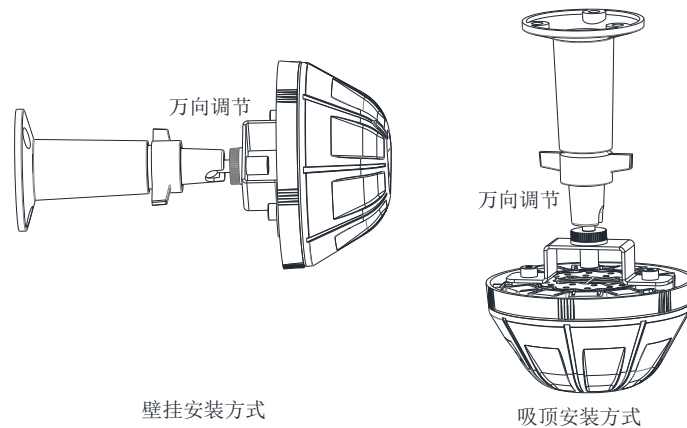

图3 支架安装方式
- 布线施工后，将火焰探测器底座用螺钉穿透硅胶层固定在侧壁预埋盒上（使用 M4 螺钉），也可通过支架（选配）采用壁挂安装和吸顶安装，如图 3 所示。